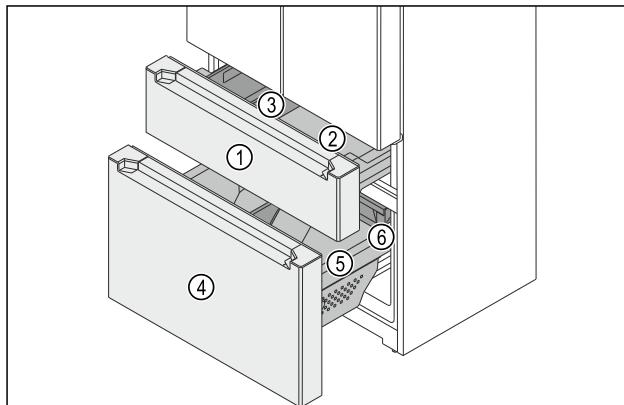

Fig. 140 Висувний візок морозильника
Морозильник складається з двох висувних віzkів. У верхньому висувному візу Fig. 140 (1) містяться контейнер Fig. 140 (2) і FlexBox Fig. 140 (3). У нижньому висувному візу Fig. 140 (4) міститься великий контейнер Fig. 140 (5) і висувний ящик Fig. 140 (6). Контейнери у верхньому та нижньому висувних візках можна знімати для очищення.